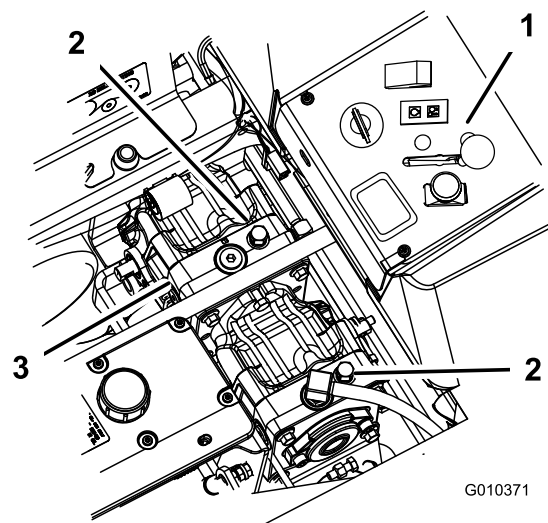

Figura 31
2. Gire las válvulas de desvío una vuelta en sentido antihorario. Esto permite que el fluido hidráulico se desvíe alrededor de la bomba, dejando que las ruedas giren (Figura 31).
Gire las válvulas de desvío una vuelta en sentido horario para conducir la máquina (Figura 31).